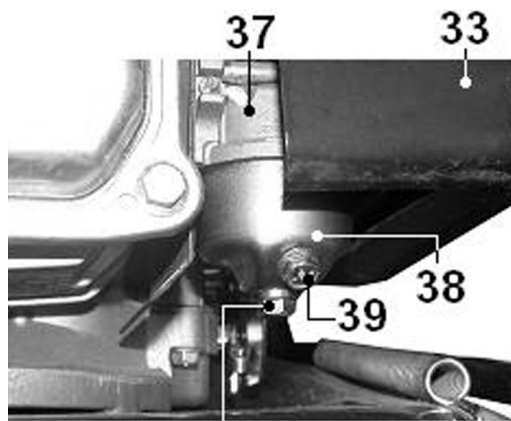

Рис. 18
7.2.4. Удалите пролитое топливо с поверхности топливного бака (15), двигателя и корпуса газонокосилки при помощи чистой ветоши.
9.10.4. Установите на место отстойник (38) и сливную пробку (39) карбюратора (37) (Рис. 18).
#### 9.6. Очистка отстойника карбюратора (Рис. 18)
9.10.3. Выверните сливную пробку (39) из карбюратора (37) и слейте топливо из поплавковой камеры. Демонтируйте отстойник (38) и очистите его. Слейте топливо из топливного бака (15) в подходящую емкость (Рис.18).